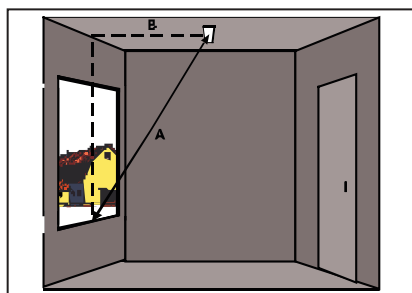

Рис. 3.5. Установка на потолок без магнитного контакта
- Убедитесь, что датчик находится не дальше 3 м от всех углов стекла (линия А на рис. 3.5).
- Датчик должен находиться в пределах $\pm 30^\circ$ от центра охраняемого стекла (линия В на рис. 3.5).